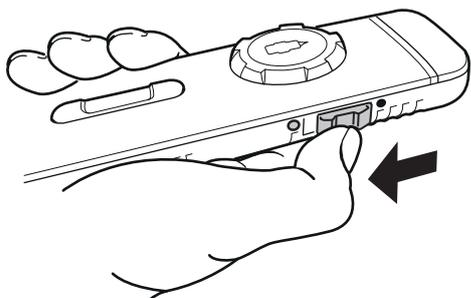

Fig. 26
- ▶ Per spegnere il telecomando, spingere l'interruttore a scorrimento laterale verso il basso (Fig. 26).